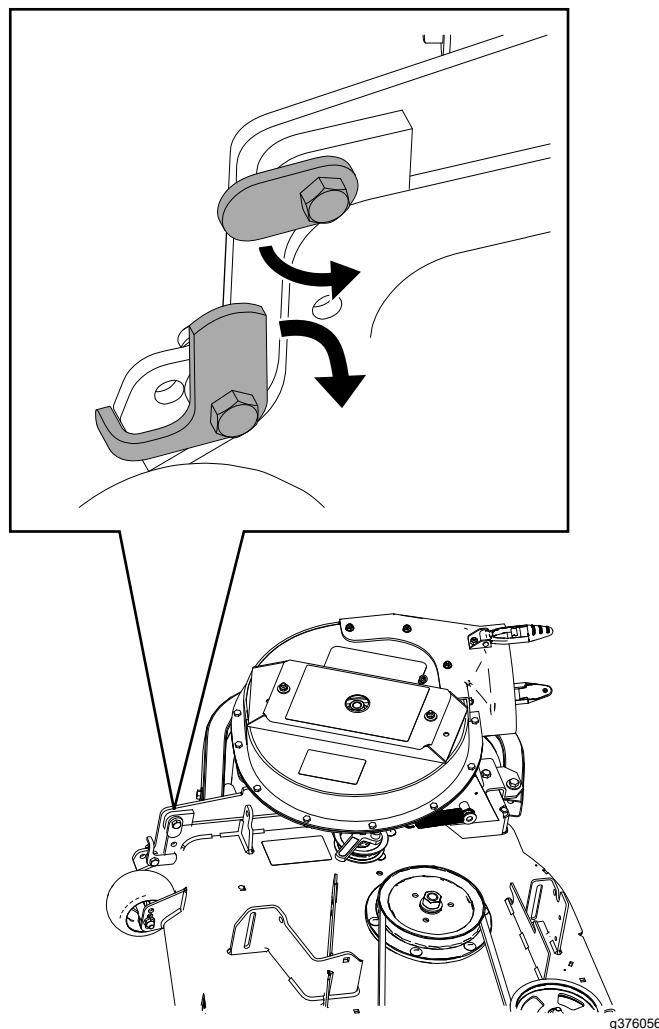
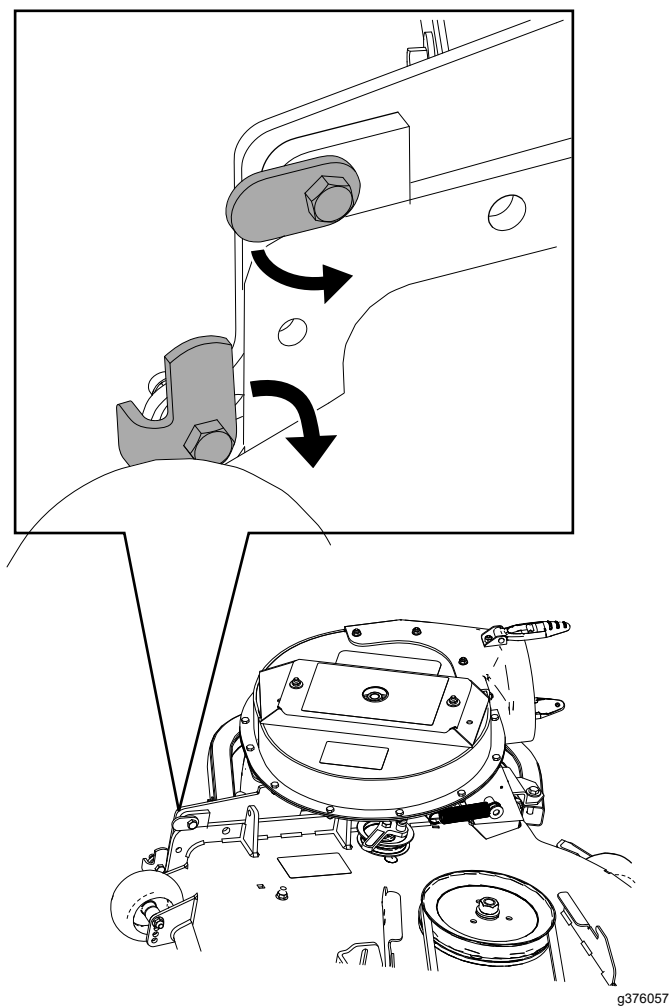

Figura 35
Figura 36
4. Cierre el conjunto del soplador para ver si los cierres están correctamente ajustados (Figura 35 y Figura 36).